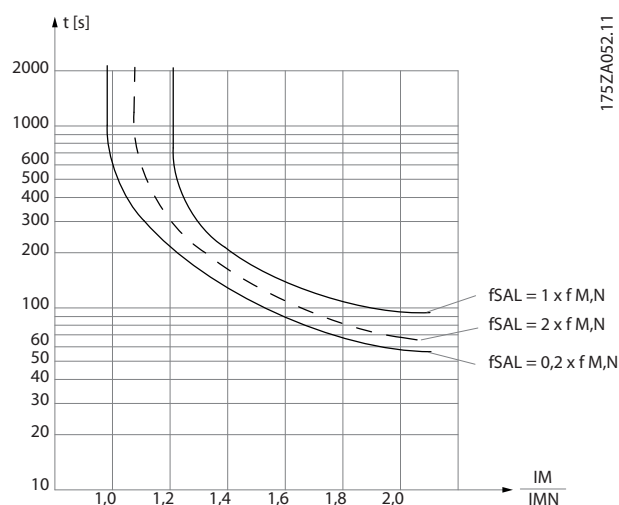

Ilustración 3.22 Características del relé termoelectrónico
- El relé termoelectrónico (ETR) para motores asíncronos simula un relé bimetálico basado en mediciones internas. El ETR mide la tensión real, la velocidad y el tiempo para calcular la temperatura del motor y protegerlo de recalentamientos emitiendo una advertencia o cortando la alimentación al motor. Las características del ETR se muestran en la *Ilustración 3.22*.